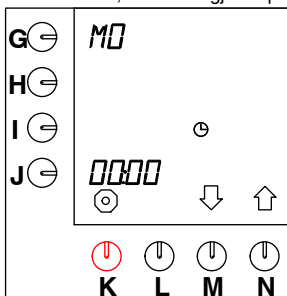

Fig. 31 Aktuell dag og tid
- Trykk på valgtasten (N.)↑ inntil fig.31 (Aktuell dag og tid) vises på displayet.
- Timeinnstillingen ved siden av programmeringstasten begynner å blinke (fig.31).